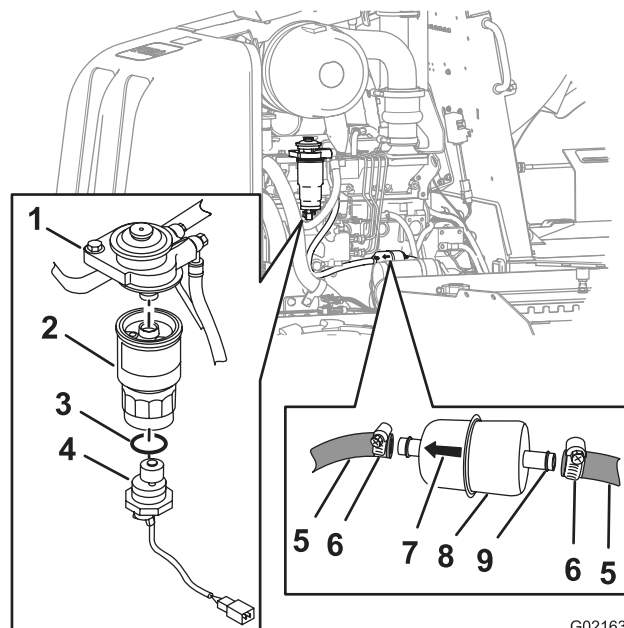

Figure 56
- C. Saisissez fermement l'élément filtrant secondaire, tournez le capteur d'eau dans le sens antihoraire et déposez-le (Figure 56).
- D. Saisissez fermement l'élément secondaire du filtre à carburant, tournez-le dans le sens antihoraire et déposez-le de l'adaptateur (Figure 56).
- B. Alignez l'élément secondaire neuf sur l'adaptateur du filtre (Figure 56).
- D. Glissez le joint torique neuf sur le capteur d'eau (Figure 56).
- E. Alignez le capteur d'eau au bas de l'élément secondaire (Figure 56).
- F. Saisissez fermement l'élément secondaire et tournez le capteur d'eau à la main dans le sens horaire jusqu'à ce qu'il soit serré (Figure 56).
3. Desserrez les colliers et détachez le préfiltre des flexibles de carburant (Figure 56).
4. Alignez le préfiltre neuf sur les flexibles en dirigeant la flèche imprimée sur le filtre vers l'avant (Figure 56).
5. Branchez les flexibles au raccord du préfiltre et serrez les colliers (Figure 56).